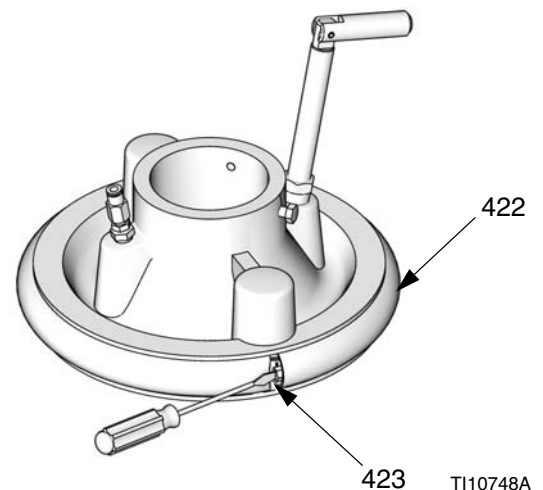

FIG. 15
2. Pour les racleurs roue, uniquement sur les modèles 255659, consultez la FIG. 15 :
- a. Détachez suffisamment le joint du racleur (422) pour pouvoir plier vers l'arrière le cerclage qui recouvre le collier de démultiplicateur à vis (423). Consultez la FIG. 15.
- b. Dévissez le démultiplicateur à vis (423) et retirez le racleur (422).